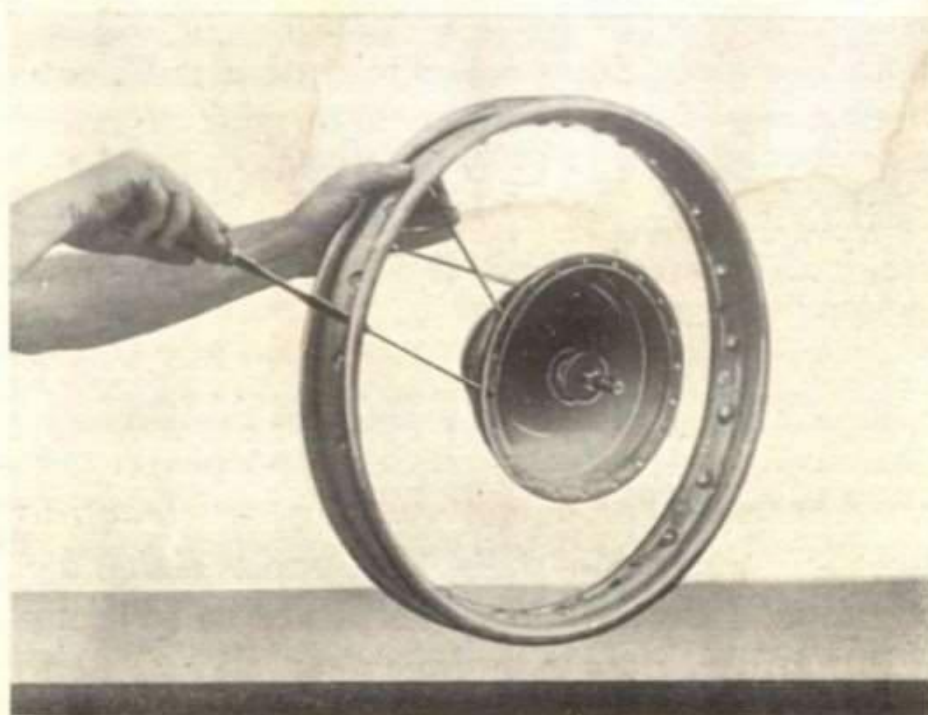

Fig. 139
Infilare due raggi, uno vicino all'altro, nel tamburo del mozzo (vedi fig. 139 e tabella a pag. 160), poi incrociandoli si infilino
Infilare due raggi, saltando due fori fra l'uno e l'altro, nel tamburo del mozzo (vedi fig. 139 a), poi incrociandoli si prosegue
Fig. 139 a
Infilare due raggi, saltando quattro fori fra l'uno e l'altro, in una delle due flangie del mozzo (vedi fig. 139 b); poi incro-
Fig. 139 b
Infilare quattro raggi, saltando un foro da uno all'altro, infilare il quinto raggio vicino al quarto, nel tamburo del mozzo (vedi fig. 139 c); poi incrociando i due estremi si prosegue come per la divisione per due.
Fig. 139 *c*
Fig. 139 *d*
* La posizione di montaggio nel tamburo e nella flangia del mozzo dei raggi dentro e fuori è illustrata nella fig. 139 *d*, dove il raggio (1) è infilato in modo che la testa rimane dentro (verso l'interno), mentre nel raggio (2) rimane fuori (verso l'esterno).